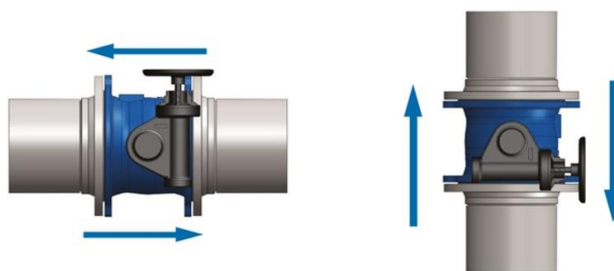

Рис. 2. Положение затвора на трубопроводе при монтаже.
3.2.1. Положение затвора на трубопроводе при монтаже на вертикальном и горизонтальном трубопроводе: ось затвора должна располагаться горизонтально (Рис. 2).